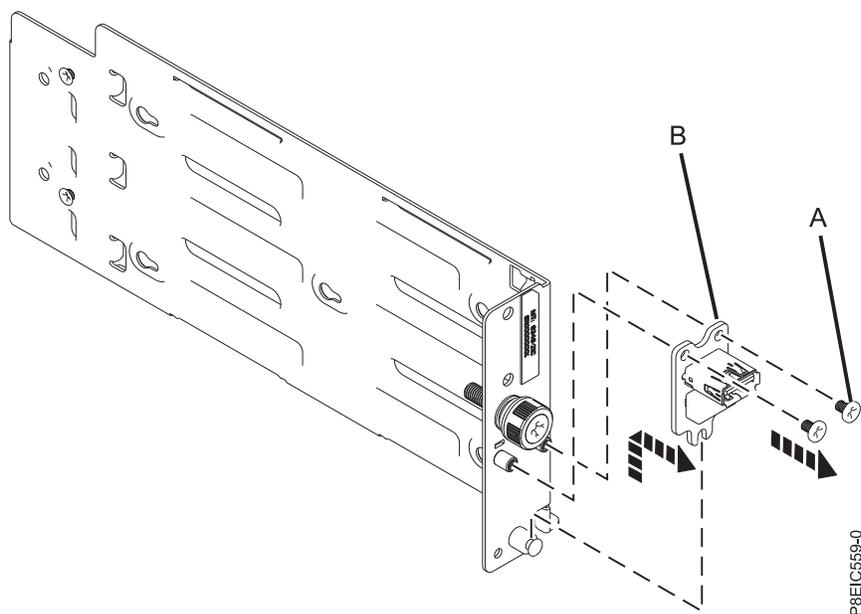

Abbildung 109. USB-Karte ausbauen
9. Entfernen Sie die zwei Schrauben (**A**) von der USB-Karte (**B**); heben Sie anschließend die USB-Karte und das USB-Kabel aus der Halterung (siehe Abb. 109 auf Seite 101).